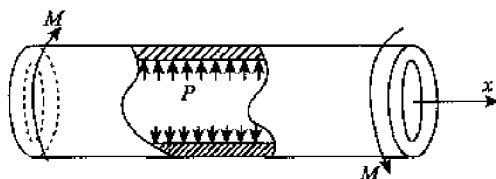

图 7-38
2. 一薄壁圆筒, 如图 7-38 所示, 同时承受内压和扭转作用。已知筒体平均直径为 $D=40\text{cm}$, 壁厚 $\delta=1\text{cm}$, 材料 $[\sigma]=160\text{MPa}$, $P=6\text{MPa}$, $M=32\pi\text{kN}\cdot\text{m}$ 。试根据第三强度理论校核筒体强度。